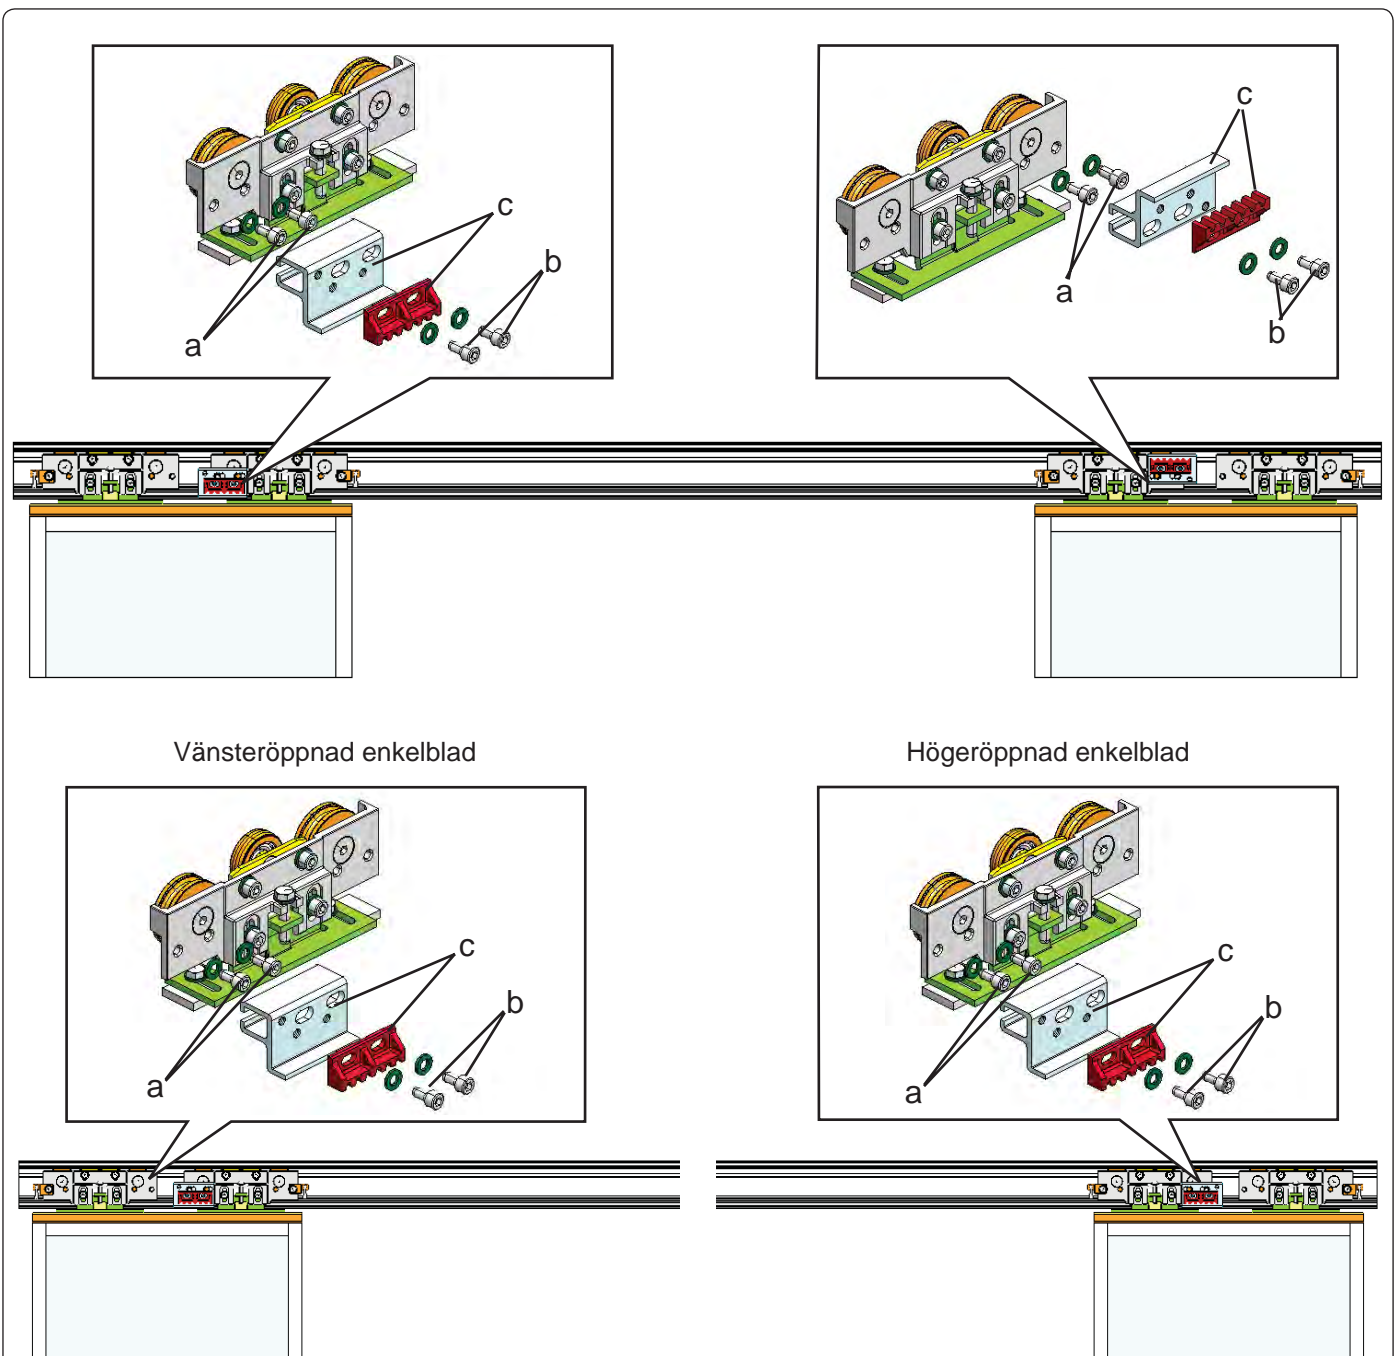

fig. 22
Det automatiska systemet levereras med bältet fastsatta på vagnarna by the fastening fittings (Fig. 22 ref. c) Detta behöver sällan justeras, men, vid behov av finjustering, gör följande:
- Vrid de två skruvparen (Fig. 22 ref. a and b) varje vagn för att uppnå önskad justering.
- Dra åt skruvarna (Fig. 22 ref. a and b) .